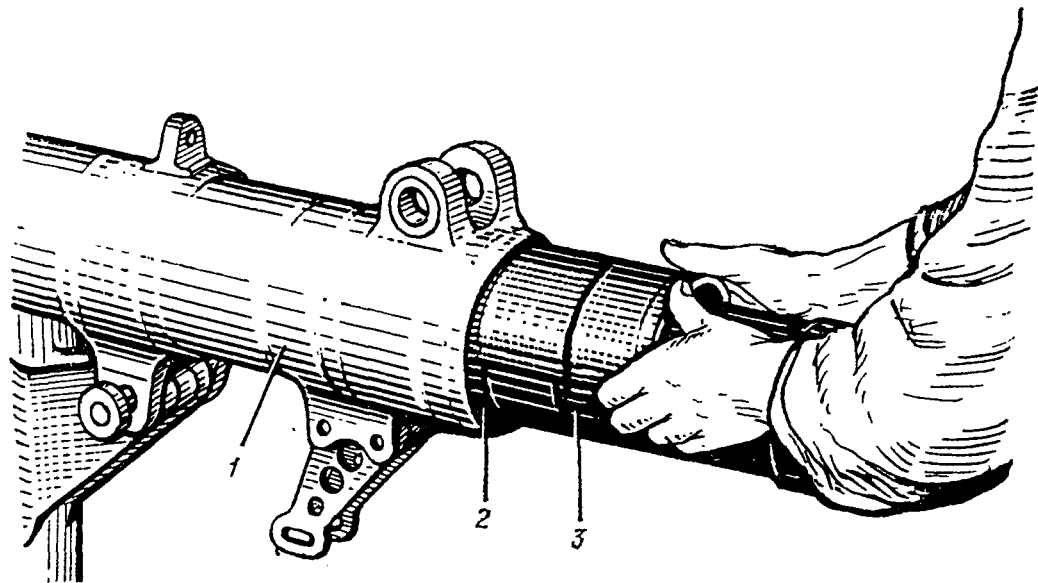

Рис. 5.6. Установка в цилиндр разъемной оправки 64600/Д-43:
12. Вставьте и продвиньте на 100—120 мм в нижнюю часть цилиндра собранный шток с плунжером. Введите в цилиндр длинную разъемную оправку 3 (см. рис. 5.5) для предотвращения повреждения золотника верхней гайки-буксы о резьбу и бурты внутри цилиндра (рис. 5.6).